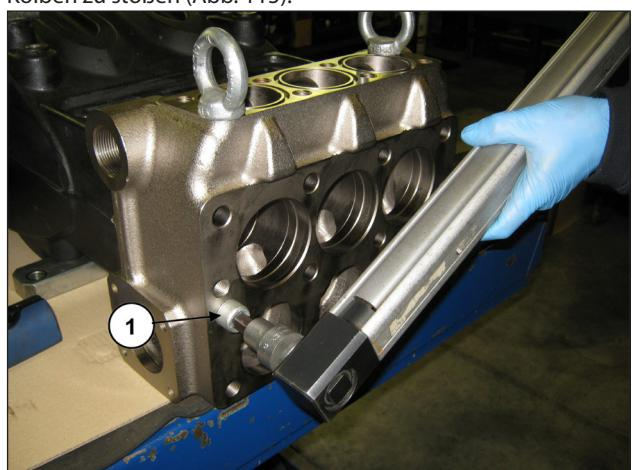
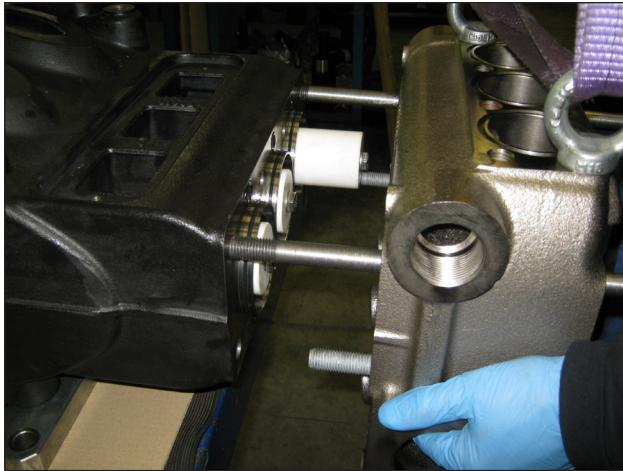

Abb. 114
Abb. 115
Sie können nun den Kopf vom Pumpengehäuse durch Lösen der 2 Schrauben M16x180 demontieren (Pos. ①, Abb. 114). Achten Sie beim Ausbau des Kopfs darauf, nicht gegen die Kolben zu stoßen (Abb. 115).